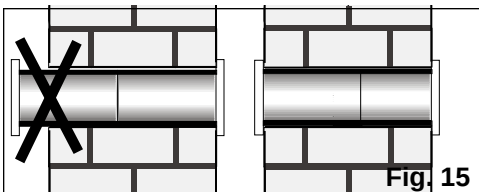

Fig. 15
- ☐ Se la lunghezza degli accessori fosse eccessiva, potete tagliarne uno per regolare il complesso alle dimensioni del muro, **Fig. 15**.